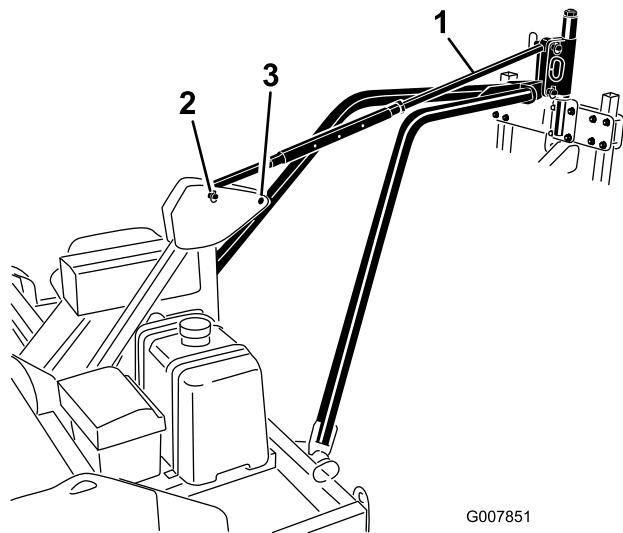

Figura 14
7. Sujete el mecanismo de regulación de la inclinación a los taladros superiores del enganche pivotante del aireador y el enganche pivotante del bastidor con pasadores de enganche y pasadores de seguridad (Figura 14).
5. Alinee el taladro de la placa de enganche del brazo de tiro con los taladros inferiores del enganche pivotante del aireador (Figura 14). Sujete la placa de enganche del brazo de tiro al enganche pivotante del aireador con un pasador de enganche y un pasador de seguridad.